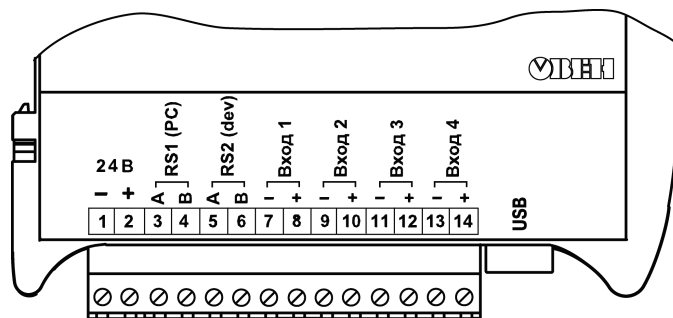

Рисунок 6.2
6.1.3 Разъемы для подключения питания и устройств расположены на боковой стороне прибора (см. рисунок 6.2).